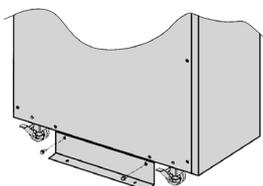

Fig. 12.
- ❑ Retire os parafusos de união da peça à paleta e com o equipamento (consulte a Fig. 12 e 13).